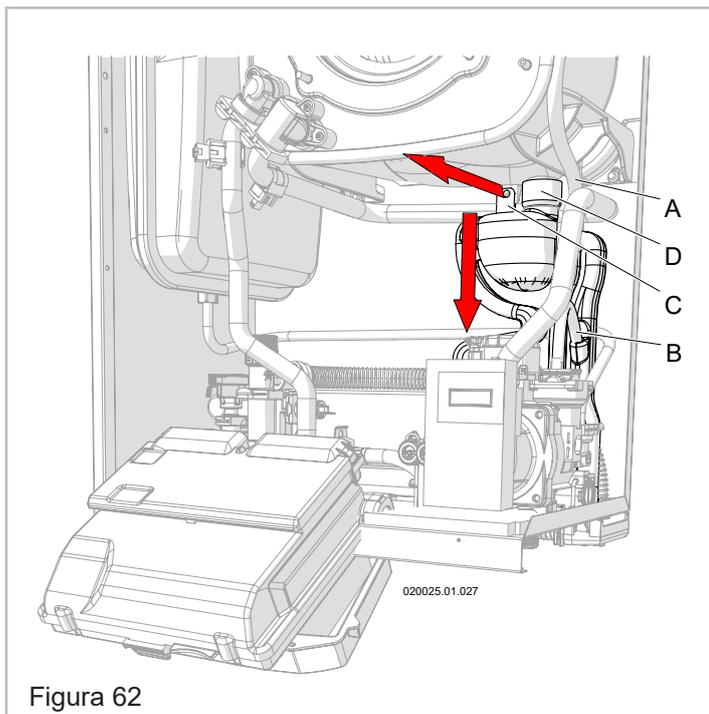

Figura 62
5. - Extraiga el soporte "C" del soporte de estanqueidad (Figura 62);